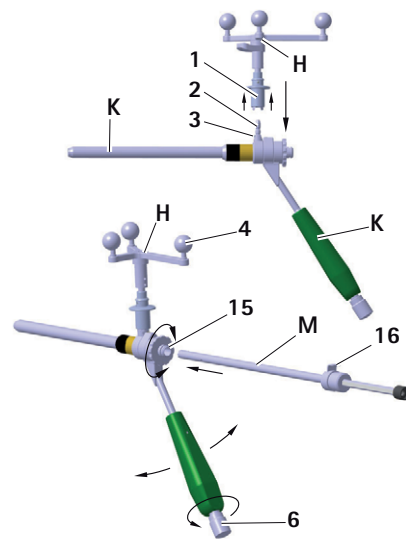

Fig. 13 Montagem da unidade em estrela Aesculap na manga de guia **S⁴C**; inserção do calibre de perfuração **S⁴C**
- ▶ Para garantir que a câmara tem uma visualização não restrita das esferas de marcação refletoras, desapertar o elemento **6** do punho **S⁴C** da manga de guia **S⁴C K** e rodar a unidade em estrela Aesculap **H** para a posição pretendida, ver Fig. 13.
- ▶ Inserir a manga porta-broca interna **M** na manga interna **15**. A manga porta-broca interna engata na manga interna e continua a poder ser rodada, ver Fig. 13.